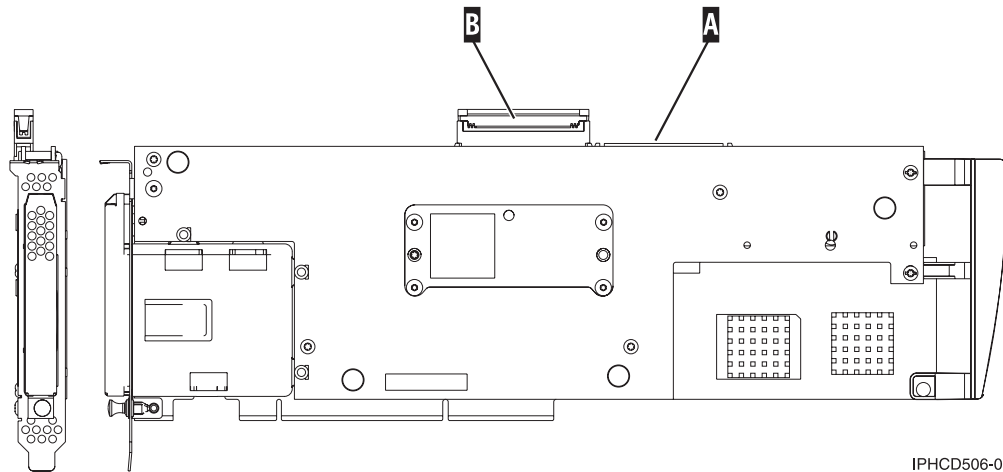

Figura 51. 5708, IOA do cache de gravação auxiliar
2. Conecte o cabo na porta A do SCSI no adaptador do cache de gravação auxiliar. Consulte o Figura 51 na página 174.